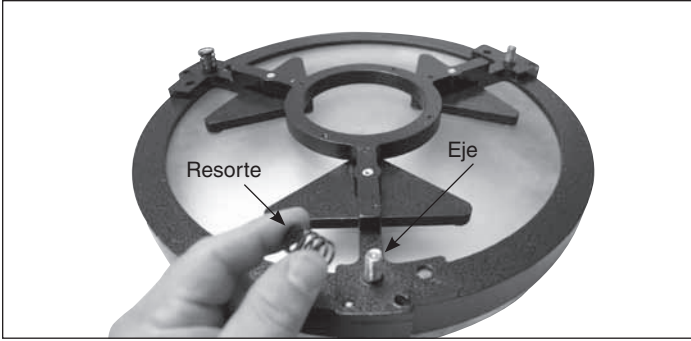

Figura 13. Coloque los tres resortes en los ejes roscados expuestos de la celda del espejo.
2. A continuación, monte el anillo del extremo posterior en la celda del espejo. Busque una superficie limpia y plana, y vuelque la celda del espejo de manera que el espejo quede hacia abajo. Coloque los tres resortes en los tres ejes roscados expuestos (**figura 13**). Baje el anillo del extremo sobre la celda del espejo de manera que los ejes roscados lo atraviesen y el anillo del extremo descansa sobre los resortes (**figura 14**). Coloque una arandela de nylon en cada botón de colimación y enrosque los botones de colimación a través del anillo del extremo y en los ejes roscados (**figura 15**). Asegúrese de que los botones tienen por lo menos tres vueltas completas de engranaje en los ejes. La celda del espejo ahora está lista para instalarla en la sección inferior del tubo.